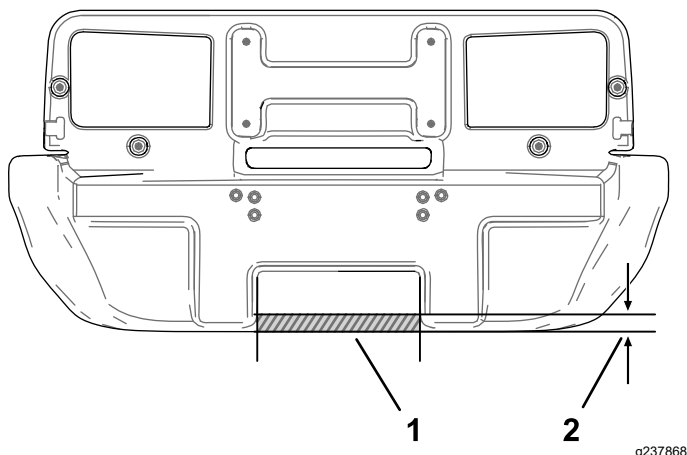

Bild 60
1. Bringen Sie an der Rückseite der Stoßstange 2,5 cm über der Unterseite der Stoßstange im vertieften mittleren Bereich eine Markierung an, wie in Bild 60 abgebildet.